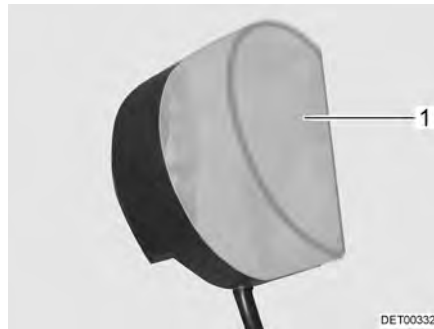

Fig. 258 Lámpara del armario ropero
- Comprimir ligeramente la cubierta de la luz (Fig. 258,1) y retirarla.